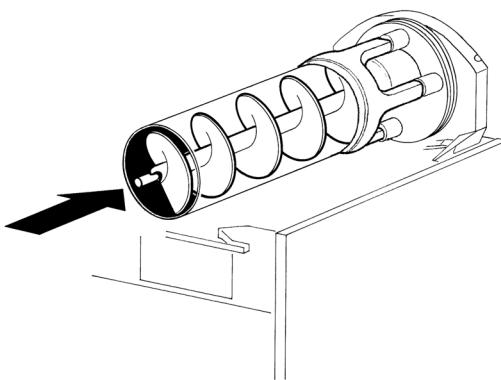

figura 13
2 - Lubricar el pistón grifo, el rascador interior (en los puntos A, B y C indicados en la figura 13) utilizando solamente la grasa suministrada por el fabricante u otro grasa para uso alimenticio.
- 5 - Enfilar el rascador interior en el evaporador, Poner atención a montar debitamente la junta posterior (ver figura 13).